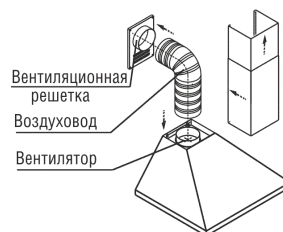
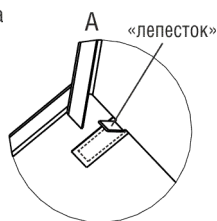

рис. 8
рис. 11
6.5. В зависимости от режима эксплуатации вытяжки соедините вентилятор (при помощи переходника) КВ «Оптимa 50/60П(Н)-400-ПЗЛ», «Оптимa 50/60П(Н)-400-КЗЛ» с вентиляционной решеткой воздухопроводом (рис. 8) или установите на вентилятор угольные фильтры.
6.7 Установите фальштрубы (рис. 8, 9). Выдвиньте верхнюю фальштрубу, (рис. 11) и прикрепите ее самонарезающими винтами к кронштейну. На вытяжки «Оптимa 50/60П(Н)-400-ПЗЛ», «Оптимa 50/60П(Н)-400-КЗЛ», «Оптимa Wood 60П-430-ПЗЛ» устанавливается только одна нижняя фальштруба.
- будьте осторожны при установке фальштруб (рис. 8), не повредите поверхности из нержавеющей стали. Их легко поцарапать.